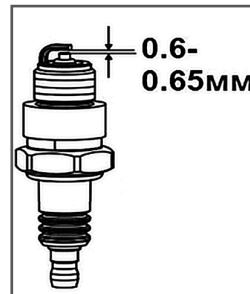

Рис.19 Свеча зажигания
- Измерьте зазор между электродами свечи зажигания специальным щупом. Зазор должен быть 0,6-0,65 мм (Рис. 19). При увеличении или уменьшении требуемого зазора рекомендуется заменить свечу, так как регулировка зазора может привести к изменению качества искрообразования.